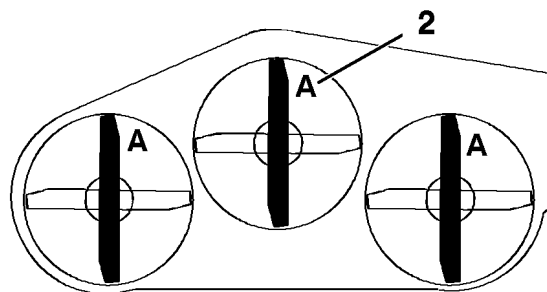

Figura 62
1. Gire las cuchillas hasta que los extremos estén orientados hacia adelante y hacia atrás (Figura 62). Mida desde una superficie nivelada hasta el filo de corte, posición A, de las cuchillas (Figura 62). Anote esta dimensión.